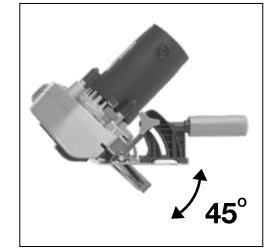

Fig. 7
3. Inclinare la lama fino all'angolazione richiesta. (Fig. 7)